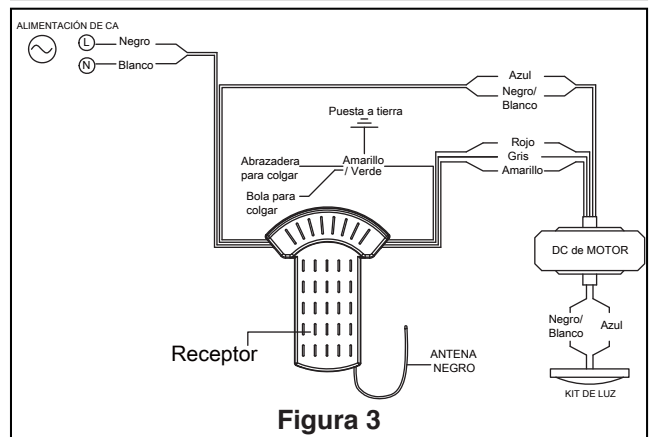

Figura 3
3. Afloje los dos tornillos de fijación del soporte del barral. Introduzca los cables de color negro/azul de soporte para techo a través de la varilla. Introduzca los cables de color negro/blanco, azul, rojo, gris, amarillo y cable de seguridad a través de la varilla. (Figura 3)
1. Perfore un orificio de 1/4" en la estructura del edificio para evitar grietas con la instalación del tornillo de intervalo. Utilice el tornillo de intervalo de 3/8"x 2" y la arandela plana para fijar el cable de seguridad a la viga del techo o a la estructura de madera. Dicho tornillo pasará a través de arandela plana, la presilla del cable de seguridad y se fijará en la estructura del edificio. (Figura 3)
**NOTA:** el cable de soporte para techo no se puede asegurar solamente a la caja de conexiones; se debe asegurar directamente a la viga de techo o miembro estructural con el tornillo de cabeza cuadrada de 3/8"x2" y la arandela plana. (Figura 3)
2. Realice las conexiones de cables al bloque del terminal como se muestra en la Figura 3.